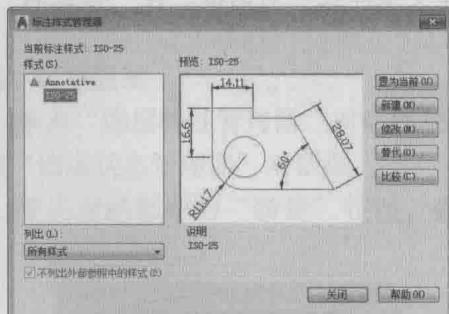

图 1-18 “标注样式管理器”对话框
1. 单击“注释”面板中的“标注样式管理器”按钮，弹出如图 1-18 所示的“标注样式管理器”对话框。